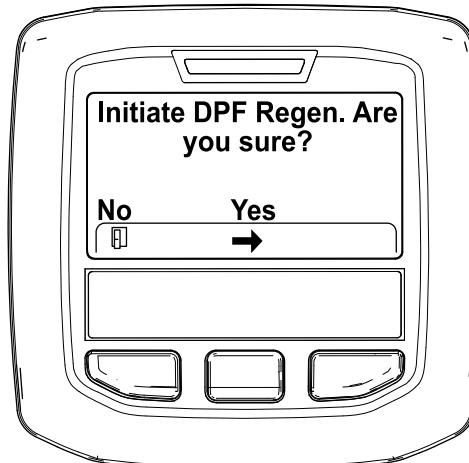

Figura 50
- Quando surgir a mensagem “Initiate DPF Regen. Are you sure?” (Iniciar Regen. DPF. Tem a certeza?), prima o botão central (Figura 50).